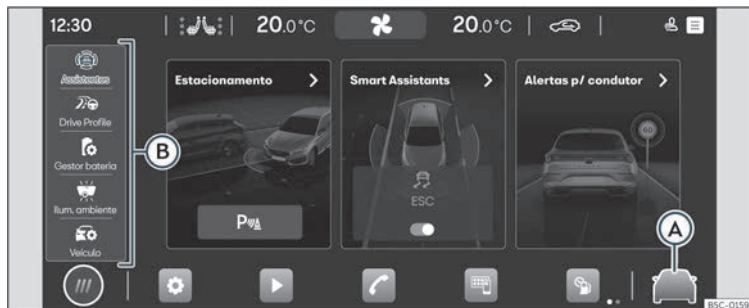

Fig. 66 Esquema: Assistentes e ajustes do veículo
Pressionado  >>> Fig. 66 A, ou, no menu principal, **Ajustes do veículo**, abre-se o menu dos assistentes e ajustes do veículo. Em seguida, pressionando um dos menus situados na zona esquerda (B), no ecrã mostra-se o menu de ajustes ou de assistentes selecionado.